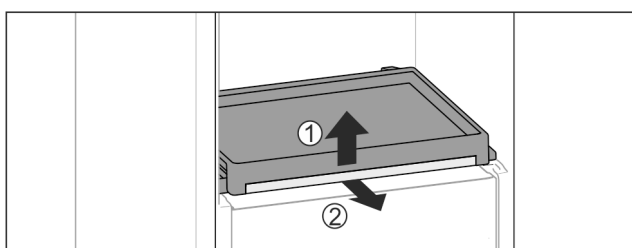

Fig. 111
- Retirar el estante extraíble con la plancha de cristal: levante ligeramente la parte delantera de la plancha de cristal Fig. 111 (1) y extráigala hacia adelante Fig. 111 (2).